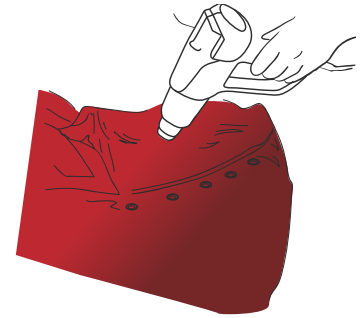

Figure 19
- › Puis chauffer à nouveau chaque rivet à 80 °C - 90 °C (FIG. 19).